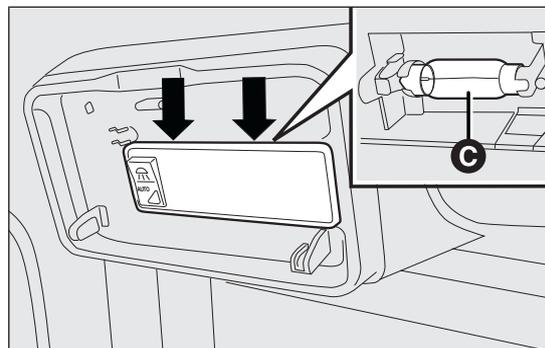

fig. 155
- remplacer l'ampoule C fig. 155 en la dégageant des contacts latéraux et en s'assurant que la nouvelle ampoule soit correctement bloquée entre ces contacts ;